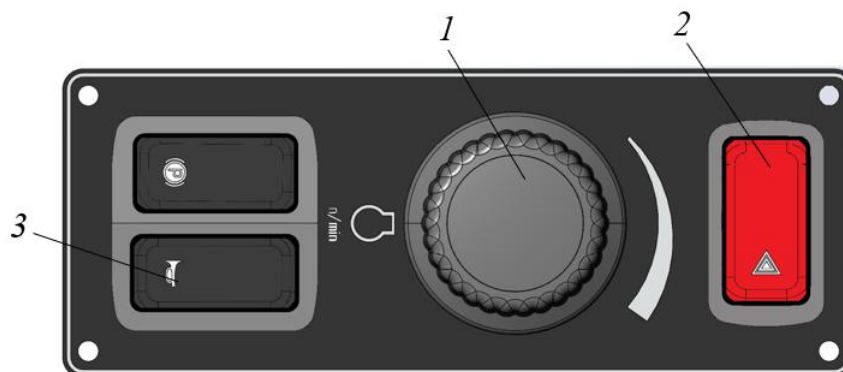

Рисунок 5.36. Органы управления левой тумбы
Клавишей 3 подать звуковой сигнал, рис. 5.36
Кнопка безопасности (поз. 2, рис. 5.36) включена (рабочее навесное оборудование и система хода машины деактивированы).
- ▶ Рукояткой оборотов (поз. 1, рис. 5.36) установить частоту вращения двигателя 1500 ± 50 об/мин.
- ▶ Рукояткой (поз. 1, рис. 5.36) установить минимальную частоту вращения двигателя до минимальных холостых.